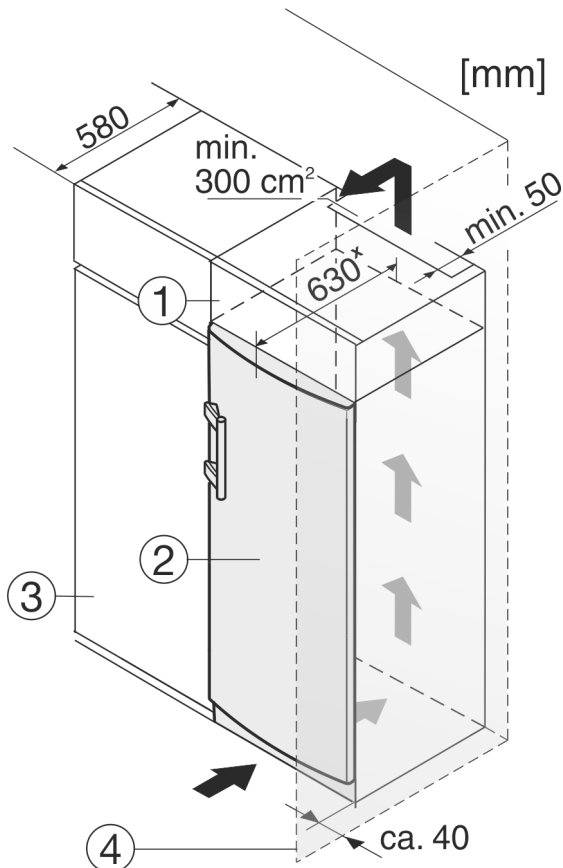

Fig. 10
L'apparecchio può essere incassato in mobili da cucina. Per adattare l'apparecchio Fig. 10 (2) all'altezza della cucina componibile, è possibile applicare sopra l'apparecchio un mobile da appoggio Fig. 10 (1).
Per il montaggio tra due mobili da cucina (profondità max 580 mm) è possibile posizionare l'apparecchiatura direttamente accanto al mobile da cucina Fig. 10 (3). L'apparecchiatura sporge rispetto al frontale del mobile da cucina di 34 mm \* ai lati e di 50 mm \* al centro dell'apparecchiatura.
Se si installa l'apparecchiatura con le cerniere accanto a una parete Fig. 10 (4), la distanza tra l'apparecchiatura e la parete deve essere di almeno 40 mm, che corrisponde alla sporgenza della maniglia a porta aperta.